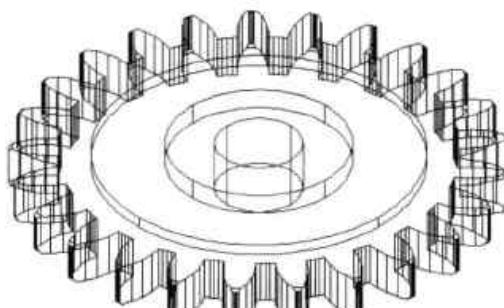

图12-64 齿轮倒角
**Step27** 执行“差集”命令，将拉伸后的三角形从齿轮模型中减去，完成齿轮倒角操作，其结果如图 12-64 所示。